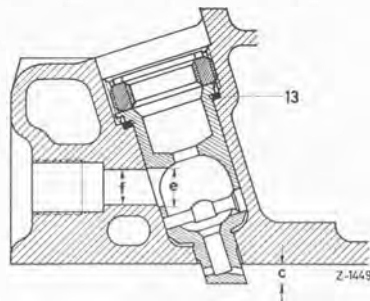

Bild 01–0/1
¹⁾ Bei den Typen 200 D/8 und 220 D/8 muß nach einer Nacharbeit der Zylinderkopf-Trennfläche der Abstand „c“ von 5,5 bis 5,9 mm zwischen der Stirnfläche der Vorkammer und der Trennfläche des Zylinderkopfes durch Beilegen eines entsprechenden Dichtringes (13) eingehalten werden (Bild 01–0/1).